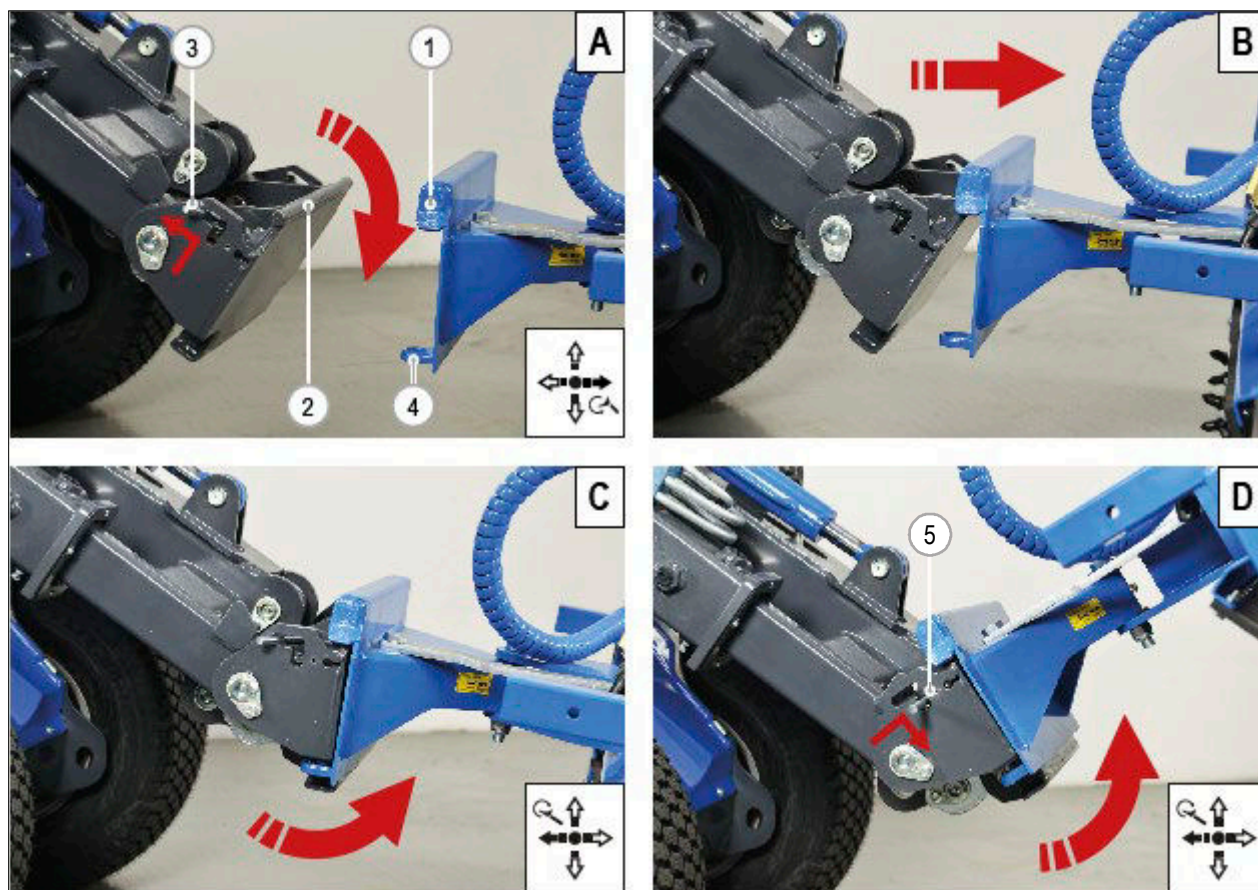

FIG. 20
- 6) Løft og skub de to håndtag tilbage (**FIG. 20 - Ref. 3**), som er placeret på lynkoblingen, for at hæve krogens stik.
- 8) Før forsigtigt lynkoblingen op til et af redskaberne, for at tilgå den øverste runde profil (**FIG. 20 - Ref. 2**) i deres kurvede placeringer på redskabet (**FIG. 20 - Ref. 1**).
- 9) Flyt langsomt multifunktionsjoysticket mod venstre, således lynkoblingen hældes bagud, fortsæt når lynkoblingen er hævet et par centimeter og koblingssystemet automatisk lukkes, så de to stik passer ind i hullerne på redskabet (**FIG. 20 - Ref. 4**).
- 10) Kontroller at de to greb synligt (**FIG. 20 - Ref. 5**) er i lav position. Hvis ikke, betyder det at koblingen ikke blev gennemført.
- 1) Løft og skub de to greb bagud (FIG. 20 - Ref. 3) fra lynkoblingen for at frigøre de to stik.